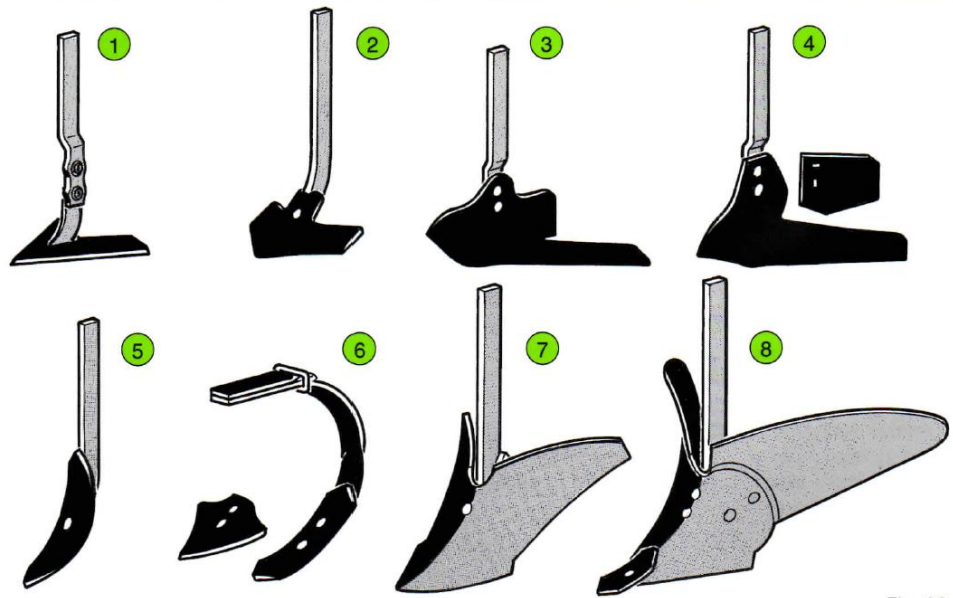
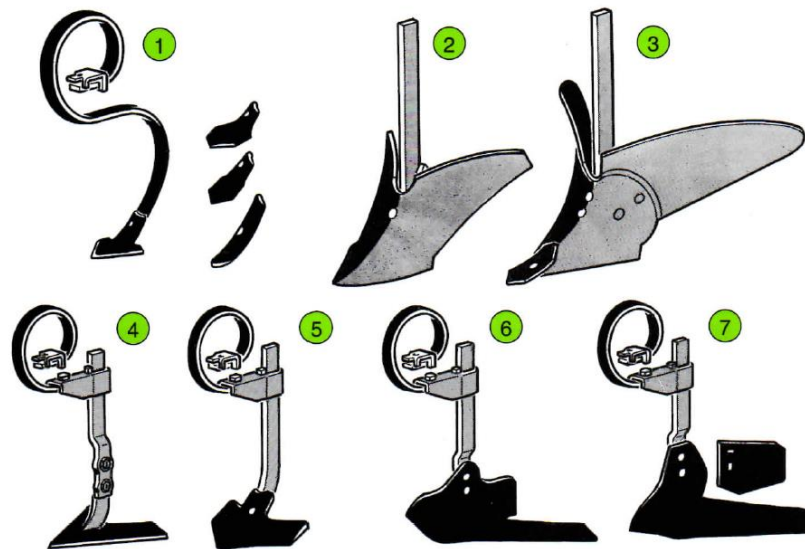
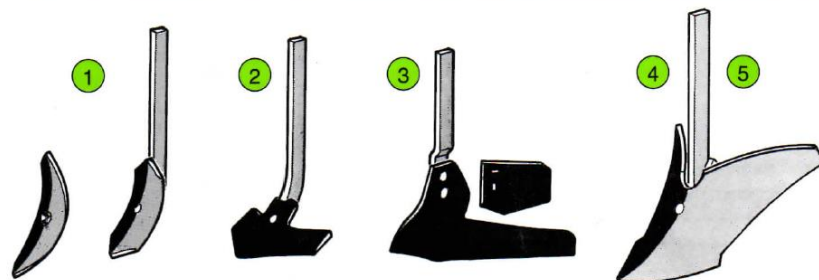

Fig. 26
Fig. 27
Fig. 28
- Dla pielników SUPER-CROP F i V – Fig. 26:
- (1) Ząb trójkątny, tzw. „Serce szerokie” („Coeur”), 14-20-25 lub 30 cm.
- (2) Redlica „gęsia stópka” („Patte d’Oie”) o szerokości 20-25 lub 30 cm.
- (3) Płoza „Lelievre” do upraw kukurydzy i buraków.
- (4) Zwykła płoza „Planet” z płytką lub bez płytki.
- (5) Ząb głęboszowy sztywny, z redlicą o ostrym czubku.
- (6) Ząb sprężynowy „typu dla winnic” z redlicą o ostrym czubku lub z redlicą trójkątną „Lyon” w wyposażeniu dodatkowym.
- (7) Obsypnik z odkładnicami sztywnymi F35.
- (8) Obsypnik z odkładnicami ruchomymi, regulowanymi AM.
- Dla pielników SUPER-CROP SCD – Fig. 27:
- (1) Zęby sprężynowe z redlicą 3,3-7-10,5 lub 15 cm (do wyboru), 15 cm znajduje się w wyposażeniu seryjnym.
- (2) Obsypnik z odkładnicami sztywnymi F35.
- (3) Obsypnik z odkładnicami ruchomymi, regulowanymi AM.
- (4) Ząb trójkątny, tzw. „Serce” („Coeur”), 20-25 lub 30 cm na wsporniku sprężynowym.
- (5) „Gęsia stópka” 20-25, 30 lub 35 cm na wsporniku sprężynowym.
- (6) Płoza „Lelievre” M lub B n wsporniku sprężynowym.
- (7) Płoza zwykła „Planet” na wsporniku sprężynowym.
- Dla pielników HOUE – Fig. 28:
- (1) Ząb opielający „Houe” (redlica z ostrym czubkiem w wyposażeniu dodatkowym).
- (2) „Gęsia stópka” o szerokości 20-25 lub 30 cm.
- (3) Płoza zwykła „Planet” z płytką lub bez płytki.
- (4) Obsypnik z odkładnicami sztywnymi F35.
- (5) Obsypnik z odkładnicami ruchomymi, regulowanymi AM.